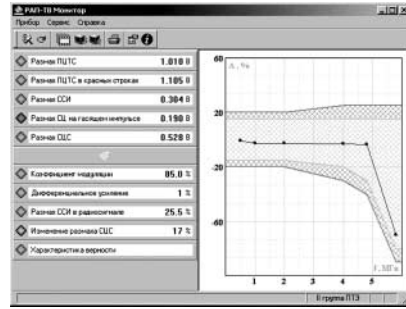

рис. 6
**Измерения в процессе передачи ТВ программ.** На экране телевизоров отображаются непрерывно обновляющиеся значения всех требуемых параметров передатчика и входного ПЦТС (рис.6). О выходе какого-либо параметра из допуска сигнализирует световая индикация.